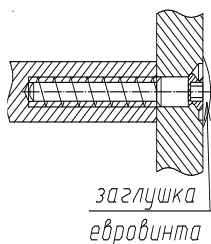

Рис.1
1. Собрать каркас шкафа по схеме сборки (рис. 4) с помощью евровинтов (рис. 1), предварительно установив фурнитуру, пластмассовые опоры, штангодержатели.